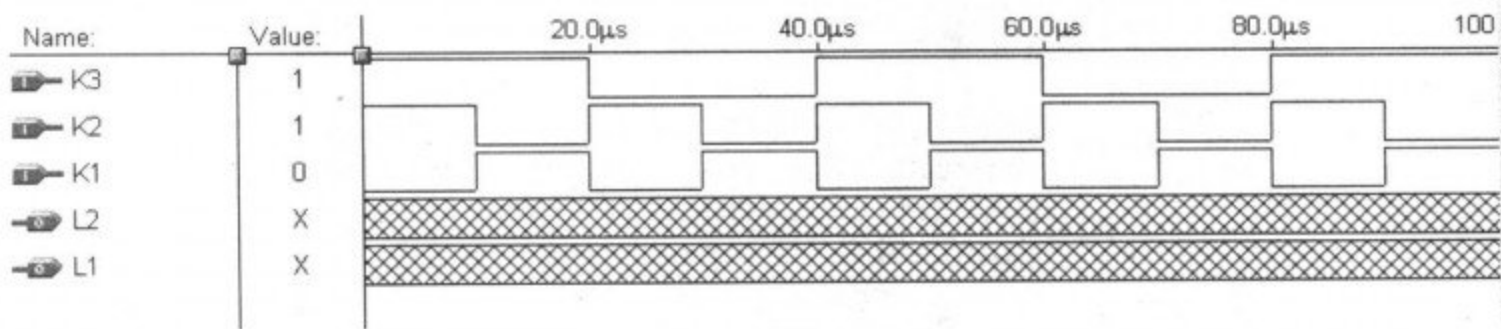

图 3-25 设置好的周期性输入波形
(5)按以上方法将 K2 设置为开始电平设为 1(高电平),增加值设为 0(低电平),Multiplied By 设为 100(即半周期为 $10\mu\text{s}$)。将 K1 设置为开始电平设为 0(低电平),增加值设为 1(高电平),Multiplied By 设为 100(即半周期为 $10\mu\text{s}$)。设置好的波形图如图 3-25 所示。